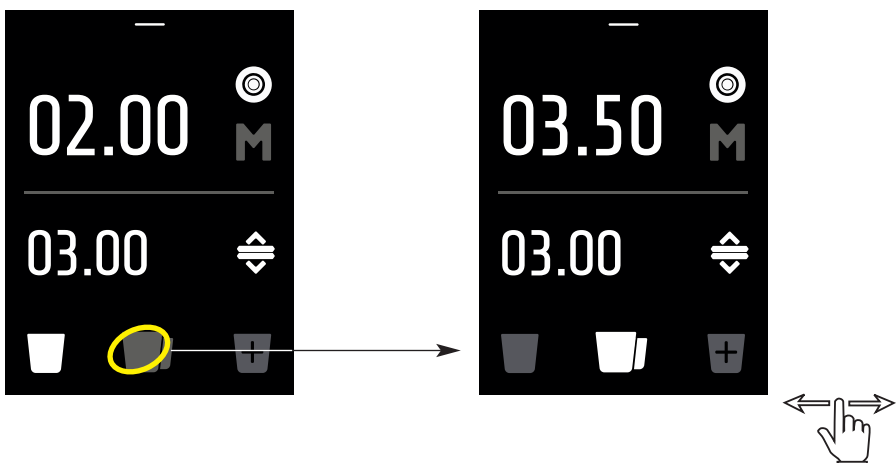

Abb. 5
- 3 Auf die Seite der gewünschten Portion (Einzelportion, Doppelportion oder Extraportion) zugreifen, indem das Seitensymbol (siehe Abb. 5) gedrückt wird **oder mit dem Finger über das Display gleiten, um die Seite zu wechseln**.